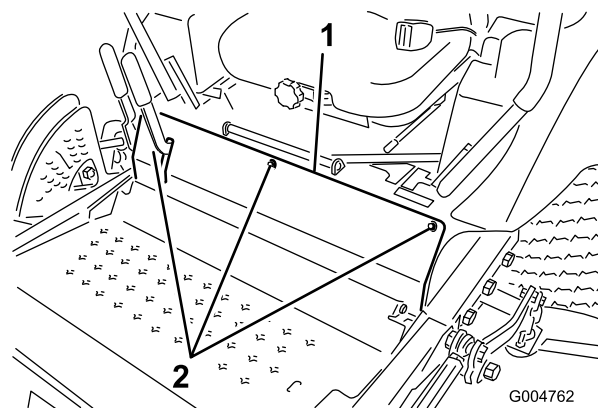

Figure 65
3. Retirez les boulons de fixation du panneau avant et déposez le panneau (Figure 65).